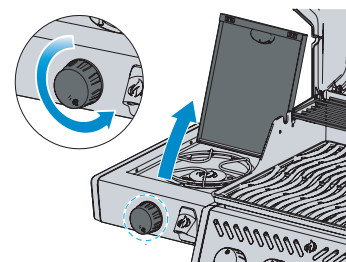

Fig. 2
4. Jeśli palnik nie zapali się - przekręcić pokrętkę sterującą palnika zgodnie z ruchem wskazówek zegara do pozycji WYŁ (OFF). Odczekać 5 minut. Powtórzyć kroki 2 i 3. (Rys. 2)